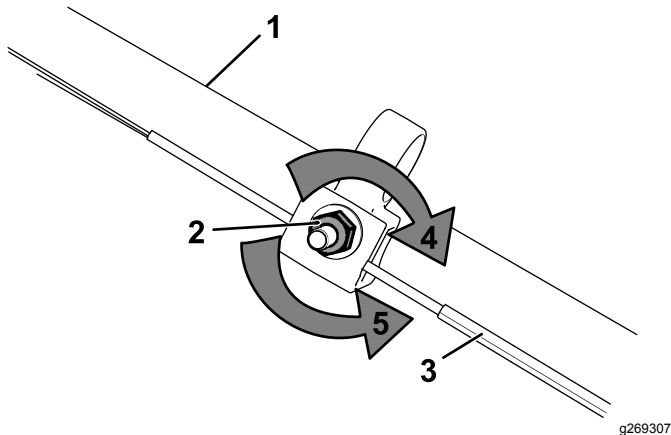

Bild 29
1. Drehen Sie die Einstellmutter nach links, um die Zueinstellung zu lösen (Bild 29).
2. Stellen Sie die Spannung des Zugs (Bild 29) ein, indem Sie ihn zurückziehen oder nach vorne drücken und dann in dieser Stellung arretieren.